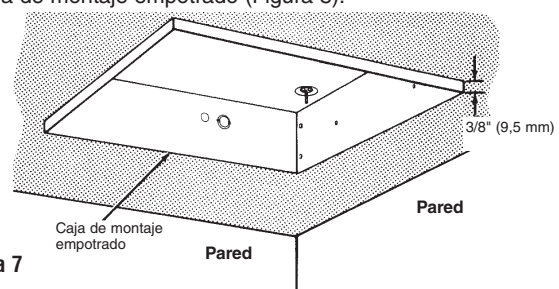

Figura 7
- Coloque la caja de montaje empotrado en la abertura del cielorraso y alinee las marcas de los costados de la caja de montaje con el fondo del cielorraso terminado (Figura 7). Esto posicionará el borde de la caja de montaje 3/8" (9.5 mm) por debajo del cielorraso y permitirá que la placa frontal empotrada quede colocada de plano contra el cielorraso.